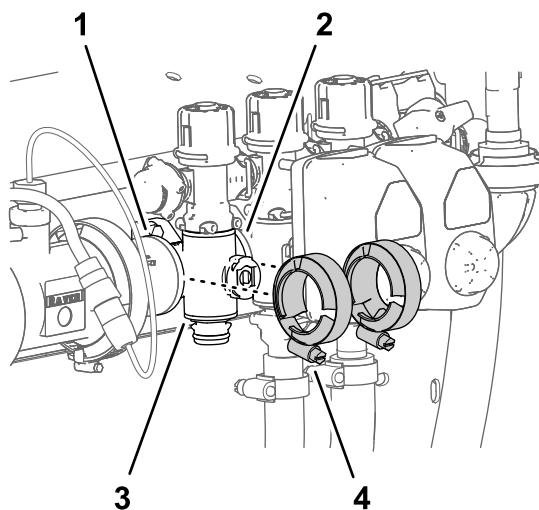

図 121
3. ブームマニホールドバルブを隣の機器の各フランジに固定しているフランジクランプ2個を外す 図 121。